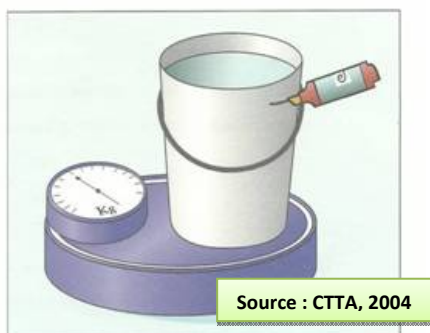

Figure 15 : Illustration de la méthode de détermination du volume d'un contenant par pesée.
- **mesurer** le débit de filtration. Pour ce faire, remplir un contenant dont on connaît la capacité et mesurer le temps de remplissage; le contenant doit être assez grand pour que le remplissage dure environ une minute. Pour connaître la quantité, soit trouver le volume du contenant, soit peser le volume d'eau dans le contenant (contenant plein moins contenant vide et transformer le poids en volume) (voir **figure 15**);